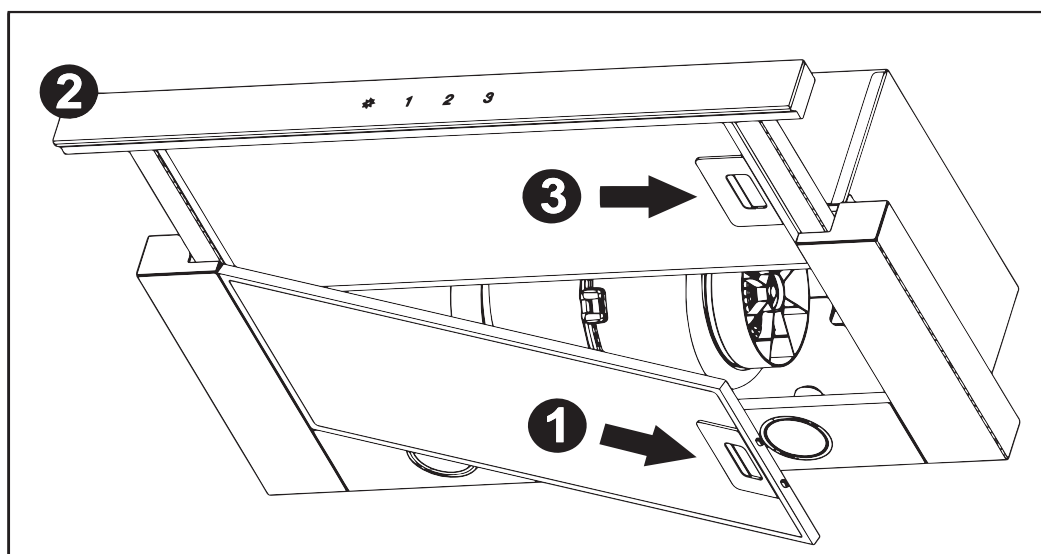

Рис.6
8.6 Для зняття алюмінієвого фільтру (рис.6) слід натиснути на пружинну засувку алюмінієвого фільтра 1 і зняти його. Витягнути висувну панель з фільтром 2 і зняти алюмінієвий фільтр 3. Встановлення фільтру виконується в зворотному порядку. **Не встановлюйте фільтр після миття до їх повного висихання.**